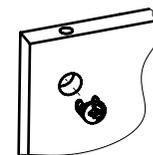

Рис.2
2. Вставить головки минификсов в соответствующие плоскостные отверстия царги продольной 2, царги поперечной 3, боковины 4 (Рис. 2).